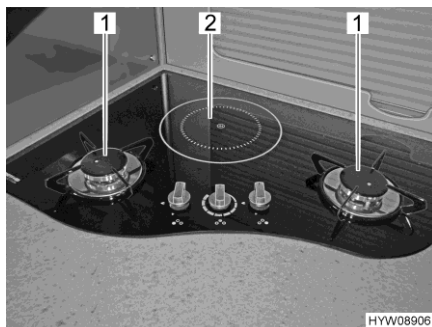

Fig. 198 Fornello a gas a 2 fiamme con piano di cottura a induzione
Il piano di cottura a induzione (Fig. 198,2) può essere utilizzato solo se è collegata l'alimentazione a 230 V.
**Accensione** Le due fiamme del gas (Fig. 198,1) sono dotate di accensione elettronica.